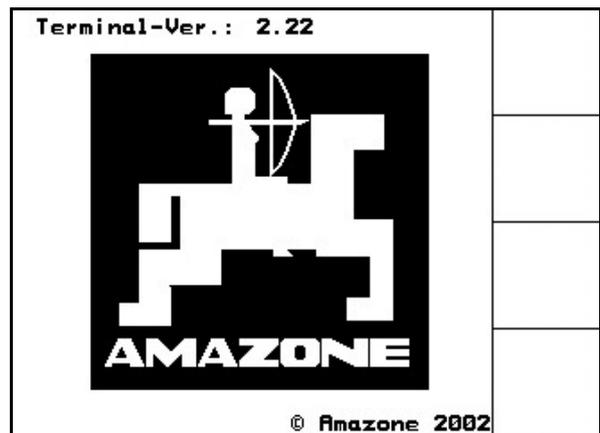

Fig. 98
- Bei angeschlossenem Maschinenrechner erscheint das Startmenü (Fig. 98) mit der Terminal-Version (hier Terminal-Ver.: 2.22). Nach ca. 2 Sekunden springt der **AMATRON+** automatisch in das Hauptmenü.